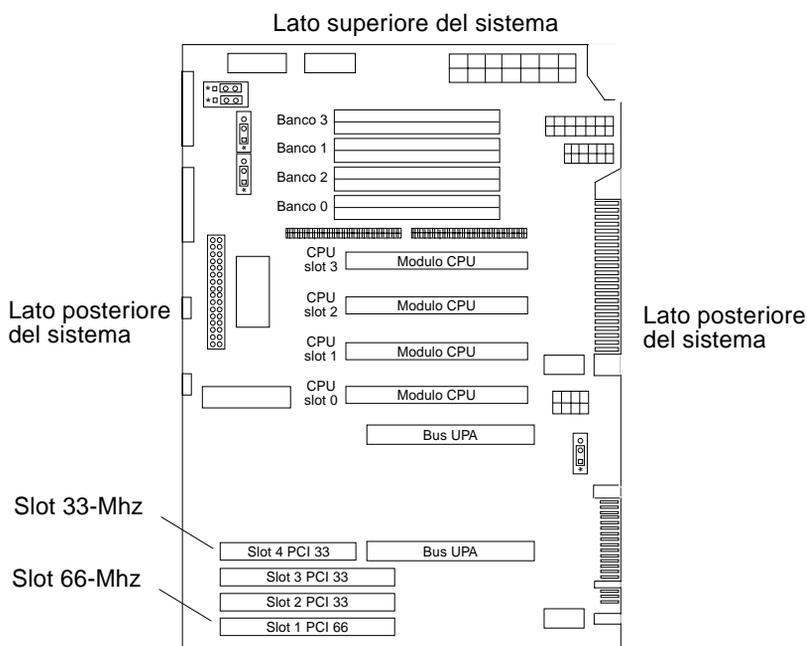

FIGURA 2-3 Posizione dei connettori PCI Ultra 80 da 66-Mhz e da 33-Mhz
3. Collocare i connettori PCI Ultra 80 da 66-Mhz e 33-Mhz (FIGURA 2-3).